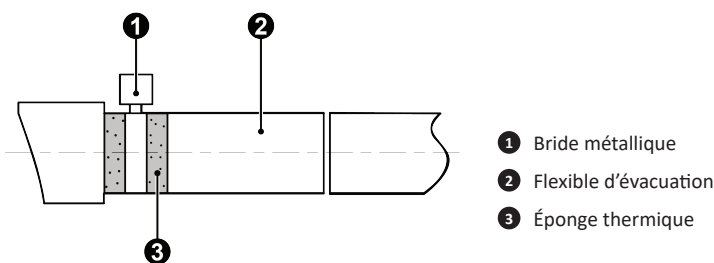
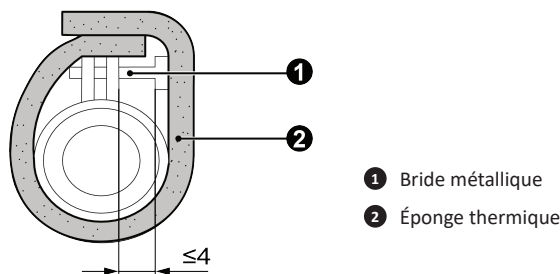

Fig. 4.9
Fig. 4.10
- ① Insérez le tuyau d'évacuation dans le trou d'évacuation et serrez-le avec des rubans, voir Fig. 4.9.
- ② Serrez le collier de serrage, en maintenant une distance inférieure à 4 mm entre l'écrou de vis et le tuyau.
① bride métallique (accessoire) ② flexible d'évacuation (accessoire) ③ Ruban gris (accessoire)
- ③ Utilisez la plaque d'étanchéité pour isoler le collier de serrage et le tuyau, voir Fig. 4.10.
① bride métallique (accessoire) ② éponge thermique (accessoire)